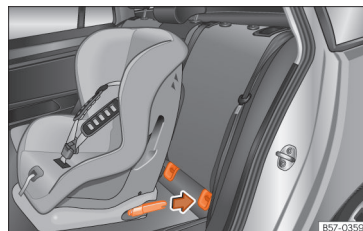

Abb. 30 Rücksitze: Einbau des Kindersitzes mit dem ISOFIX-System.
- Stecken Sie den Kindersitz auf die „ISOFIX“-Halteösen, bis der Kindersitz sicher und hörbar einrastet »» **Abb. 30**. Wenn der Kindersitz